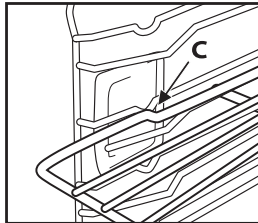

Fig. 3
3. Sett risten vannrett igjen og skyv den helt inn på plass «C» (fig. 3).